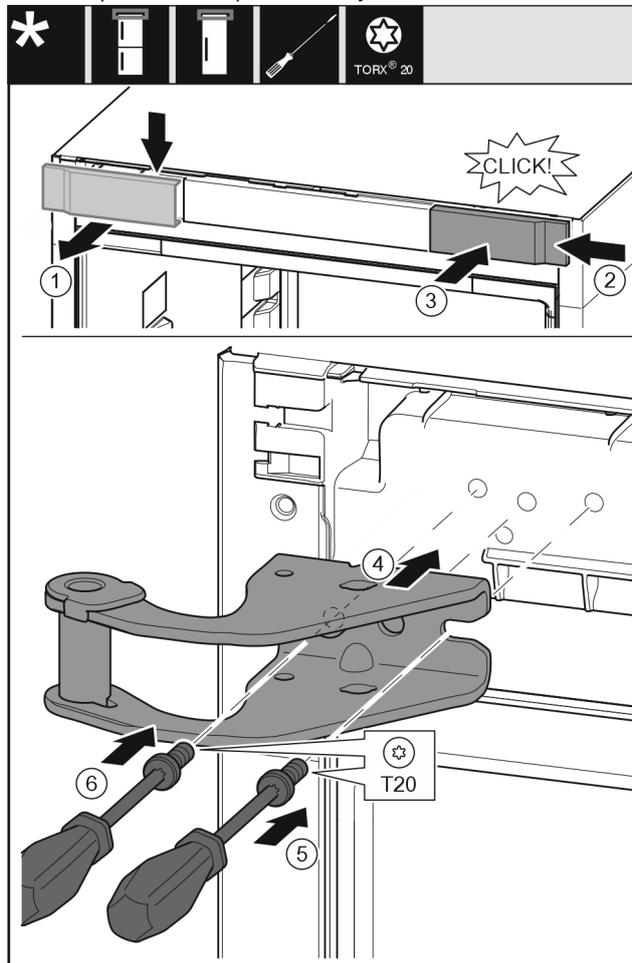

Fig. 14
- ▶ Retire la tapa desde la parte superior hacia el frente. Fig. 14 (1)
- ▶ Enganche por la derecha la cubierta girada 180° en el otro lado. Fig. 14 (2)
- ▶ Encaje la cubierta. Fig. 14 (3)
- ▶ Coloque el soporte de cojinete superior. Fig. 14 (4)
- ▶ Coloque y apriete el tornillo con el destornillador T20. Fig. 14 (5)
- ▶ Coloque y apriete el tornillo con el destornillador T20. Fig. 14 (6)